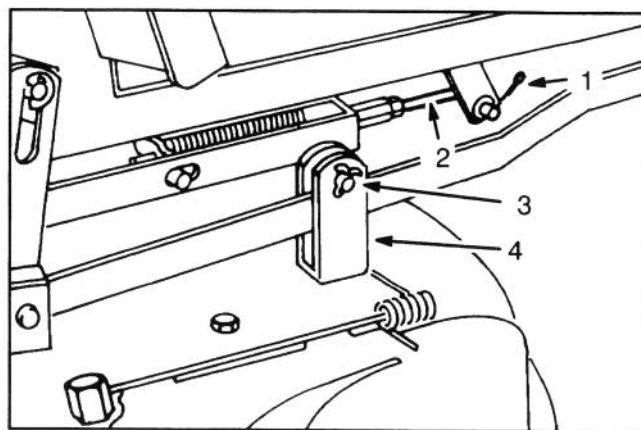

Figure 23
3. Déposer la goupille de la tige de réglage et la retirer du bras du tube pivot (Fig. 23).
2. Déposer la goupille de la tige de réglage (Fig. 23).